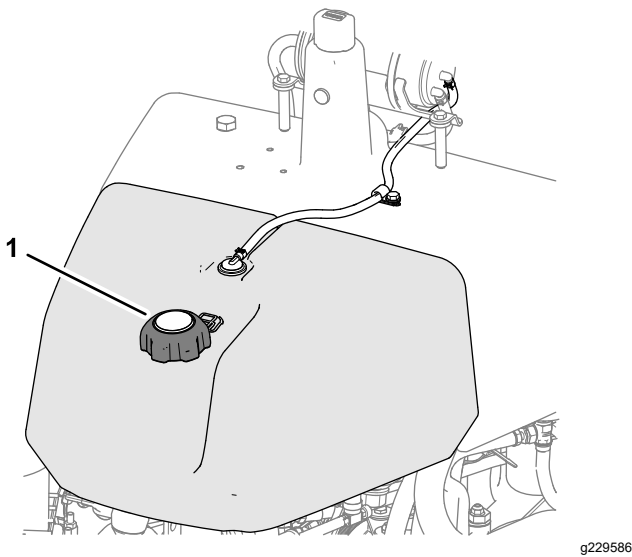

Figure 23
1. Nettoyez la surface autour du bouchon du réservoir de carburant et enlevez le bouchon (Figure 23).